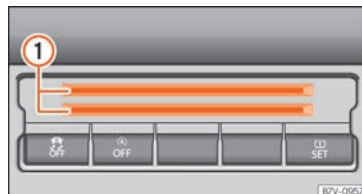

Fig. 162 Parte inferior de la consola central: compartimento para tarjetas.
En la parte inferior de la consola central hay un compartimento » **fig. 162** ① para depositar monedas, tarjetas, resguardos de aparcamiento o similares.